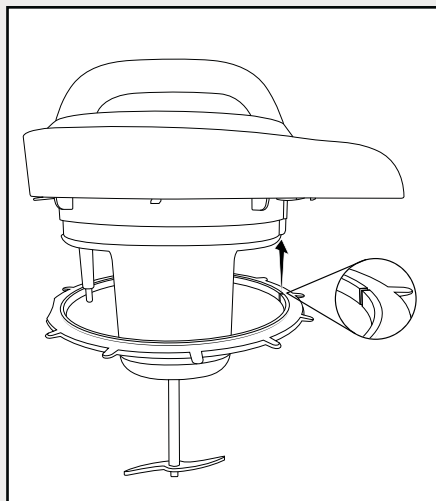

Fig. 1
- Sæt tætningsringen **8** på låget **9** igen, så tætningsringen **8** går ind i udskæringen. Sørg for, at den lille indskæring på tætningsringen **8** sidder om fikseringstappen på låget **9** (fig. 1). Den flade side af tætningsringen **8** vender mod siden, hvor sensoren **7** befinder sig: